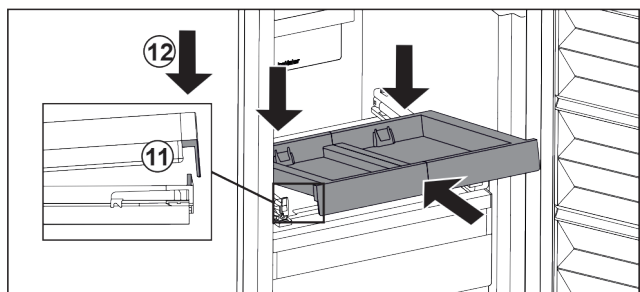

Fig. 37
- ▶ Вставити навкосою. Звертайте увагу, щоб з обох боків упор був за накладкою. Fig. 37 (11)
- ▶ Витяжну панель опустити спереду. Fig. 37 (12)